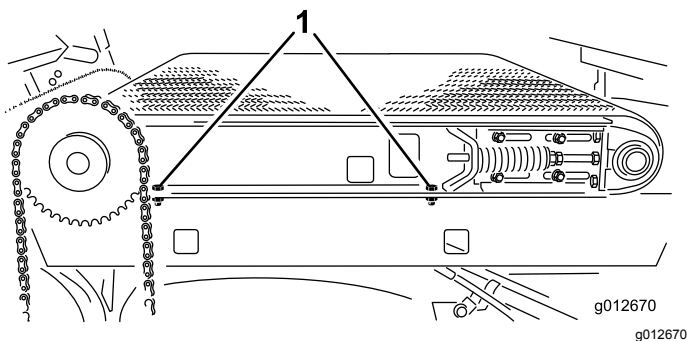

Figura 31
2. A la derecha de la máquina, apriete 2 tornillos que fijan el travesaño del bastidor deslizante al guardabarros derecho (Figura 31).